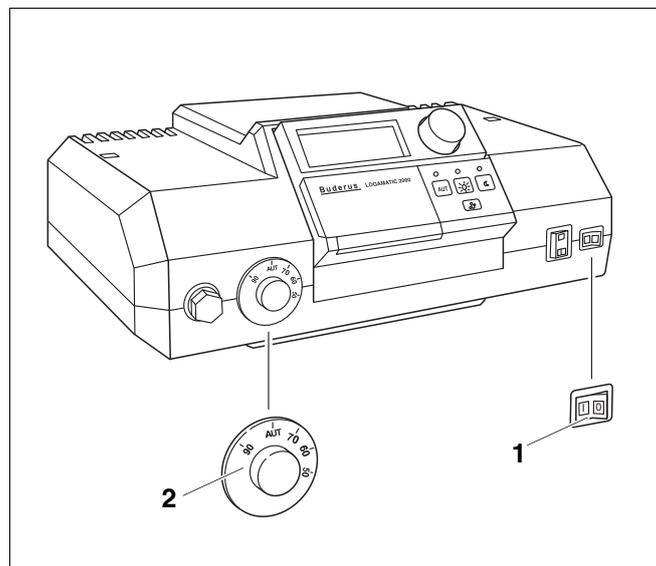

Рис. 3 Система управления (здесь: Logamatic 2000)
Включите котел пусковым выключателем на системе управления (например, (рис. 3): на системе управления серии 2000). При включении системы управления запустите горелку в автоматическом режиме. Затем горелка может стартовать от системы управления. Дальнейшую информацию по этому вопросу Вы найдете в соответствующих инструкциях по эксплуатации системы управления и горелки.
- Установите регулятор температуры котловой воды (рис. 3, поз. 2) в положение "AUT".
- Установите пусковой выключатель (рис. 3, поз. 1) в положение "I" (ВКЛ).
Выключите котел пусковым выключателем на системе управления (например, (рис. 3): на системе управления серии 2000). При выключении системы управления автоматически выключается горелка.
- Установите пусковой выключатель (рис. 3, поз. 1) в положение "0" (ВЫКЛ).